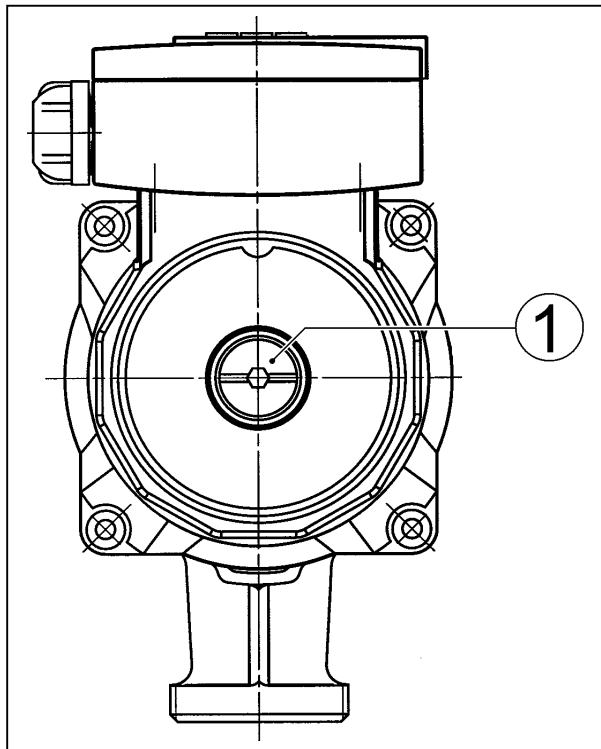

Рис. 1
#### 4.1 Описание насоса (Рис. 1)
- ослабить и осторожно вывернуть винт для удаления воздуха (рис. 1, поз. 1),